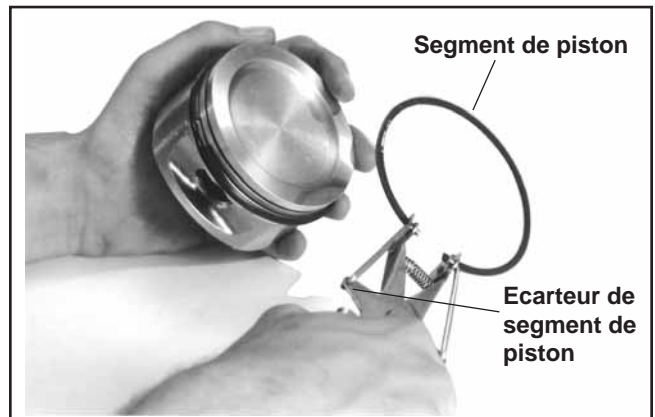

Figure 9-52. Dépose des segments de piston.
1. Retirer les segments de compression centraux et supérieurs à l'aide d'un extracteur de segment. Voir la figure 9-52.